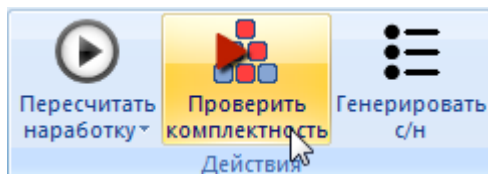

Рис. 13-32 – Панель «Действия»
- 1) Выбрать один или несколько экземпляров и нажать кнопку «Проверить комплектность» панели «Действия» (рис. 13-32).